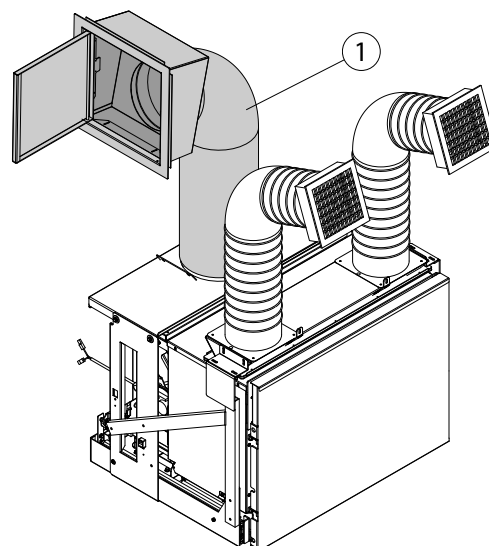

fig. 6.4.1
- A) Sistema de carga con tubo metálico flexible y compuerta de carga « 1 » (fig. 6.4.1)